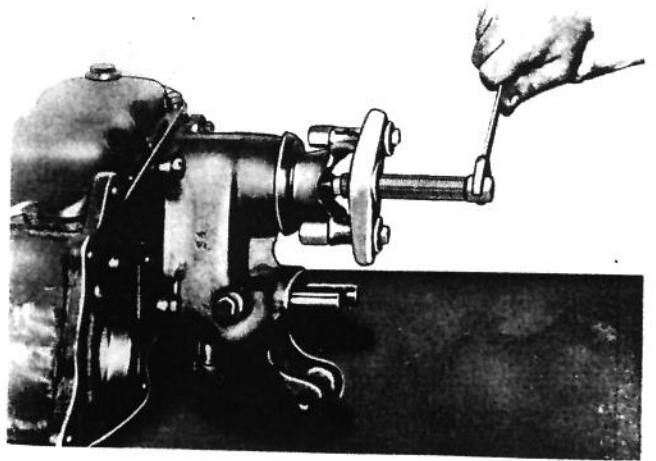

Fig. 160
- retire o garfo da junta universal com a ferramenta W-172. Nos veículos em que o freio de estacionamento atua na transmissão, retire o tambor do freio, com o mesmo extrator (veja a fig. 160).
- retire o garfo da junta universal, utilizando-se da ferramenta W-172 (veja a fig. 160)